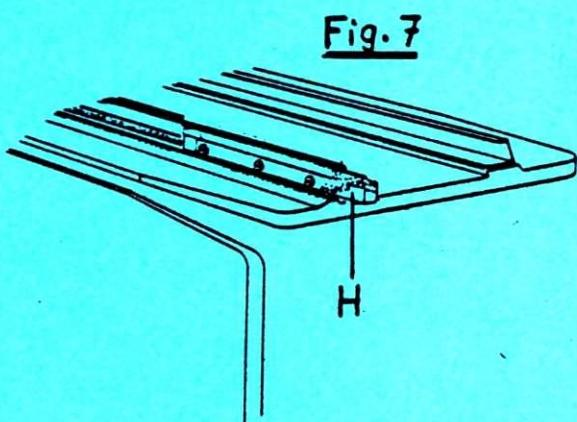

Fig. 7
a) Die Oeffnung der Haltezange wird durch den Schalthebel bzw. Exzenterbolzen E (Fig. 8) bewirkt. Der Exzenterbolzen E dient auch zum Einstellen des Oeffnungshubes. Die Einstellung wird in der Mitte der Kurvenstange H (Fig. 7) vorgenommen. Mittels passenden Gabelschlüsseln kann die Befestigungsmutter J sowie der Exzenterbolzen E (Fig. 8) verdreht werden.
Achtung: Eine schlechte Einstellung kann zur Folge haben, dass das Uebernehmen der Nüsschen nicht sicher abläuft oder bei zu strammer Einstellung läuft das Schloss hinten im Bereich der Kurvenstange H (Fig. 7) abnormal schwer.
- a) L'ouverture de la pince s'effectue par le levier de commande, resp. par le boulon d'excentrique E (Fig. 8). Le boulon d'excentrique E sert aussi au réglage du mouvement d'ouverture. Le réglage de ce mouvement peut seulement être effectué si le boulon d'excentrique E se trouve environ au milieu de la pièce de fixation H (Fig. 7). A l'aide des clefs à fourche correspondantes, l'écrou de fixation J ainsi que le boulon d'excentrique E (Fig. 8) peuvent être tournés.
Attention: Un mauvais réglage peut avoir pour conséquence que la prise des becs-fils n'est pas assurée et si le boulon d'excentrique se trouve trop près de la pièce de fixation, ceci aura pour effet un mouvement trop dur du chariot dans le domaine de la pièce de fixation H (Fig. 7).
- a) The switch lever resp. the eccentric bolt E (Fig. 8) effects the opening of the carrying device. The eccentric bolt E is used for adjusting the opening movement too. The adjustment of the opening movement has to be made in the middle of the curved cam H (Fig. 7). With fork spanners, the fastening nut J and the eccentric bolt E (Fig. 8) can be turned.
If the adjustment is too tight, the lock will run stiffly in the area of the curved cam H (Fig. 7).